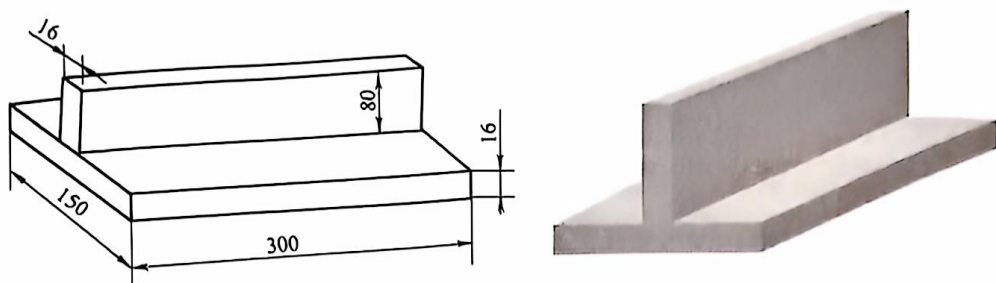

图 2-20 中厚板 T 形角接产品的结构和尺寸
(1) 焊件结构和尺寸 中厚板 T 形角接产品的结构和尺寸如图 2-20 所示。